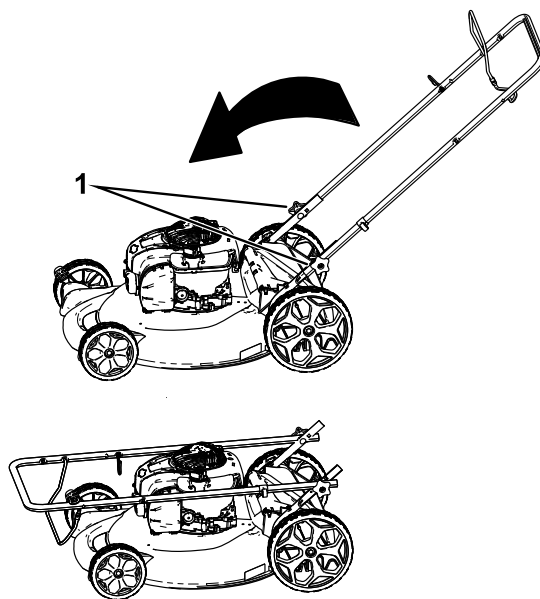

Figura 16
1. Afloje los pomos del manillar hasta que pueda mover el manillar libremente (Figura 16).
1. Pomo del manillar (2)
2. Mueva del manillar hacia adelante según se indica en Figura 16.
3. Retire la varilla girando el tapón en el sentido contrario a las agujas del reloj y tirando del mismo (Figura 16).
10. Observe el nivel de aceite en la varilla (Figura 16).